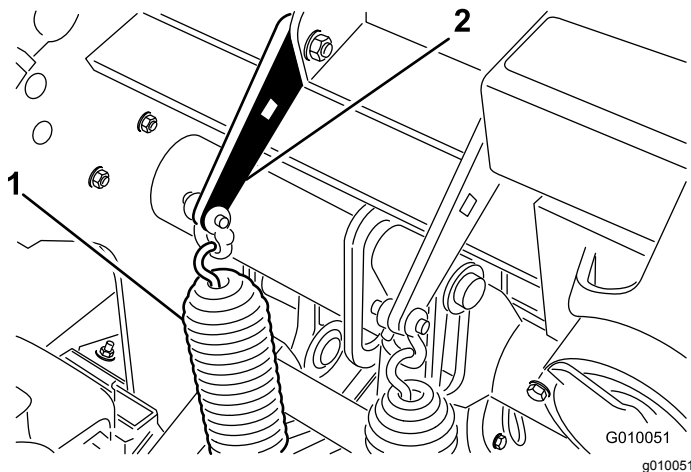

Figure 29
2. Desserrez les écrous des boulons qui fixent les supports des ressorts à la tête d'aération (Figure 29). Laissez-les en place.